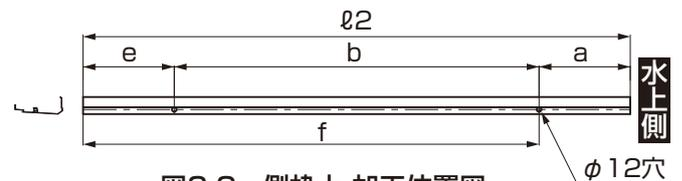
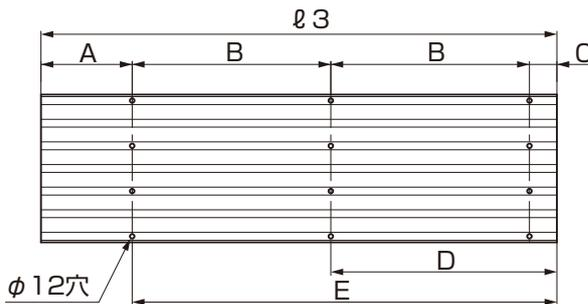
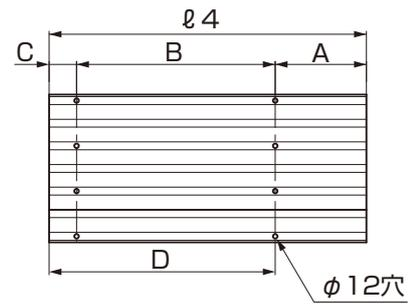

図3-2 側枠上 加工位置図
図3-3 折板下 加工位置図
図3-4 折板上 加工位置図
①図3-1、図3-2、図3-3、図3-4、表3-1、表3-2を参照して、側枠と折板を加工してください。